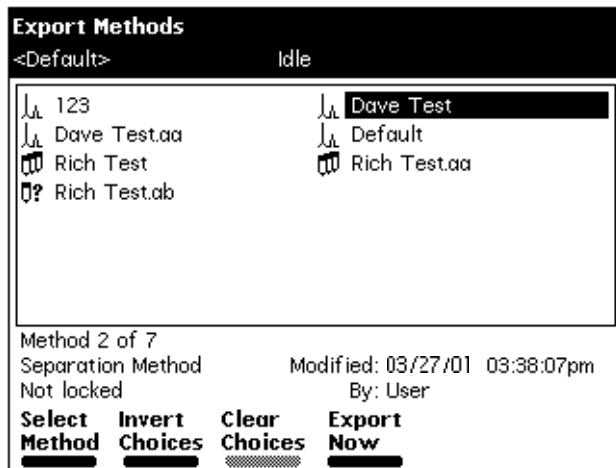

图 6-21 导出方法屏幕
- 按 **Export Methods**（导出方法）屏幕键。Export Methods（导出方法）屏幕即会出现，显示当前存储的方法列表（图 6-21）。